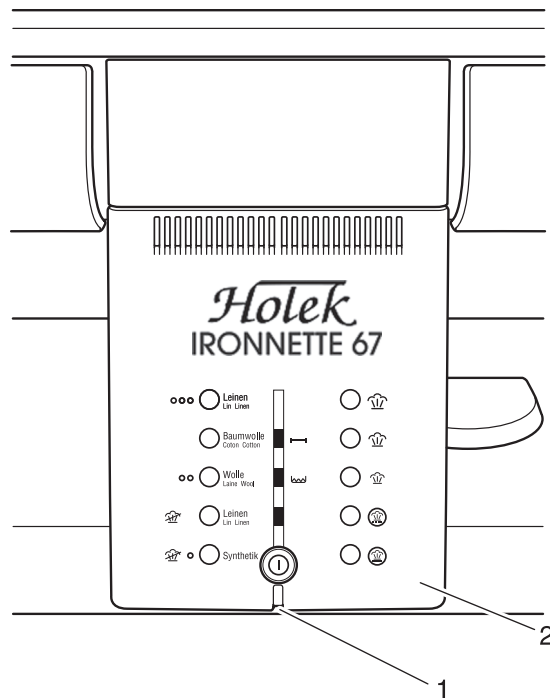

Fig. 16
- Die Schraube 1 des Bedienpults 2 herausdrehen (Fig. 16).
- Das Bedienpults 2 mit der Schraube 1 befestigen (Fig. 16).